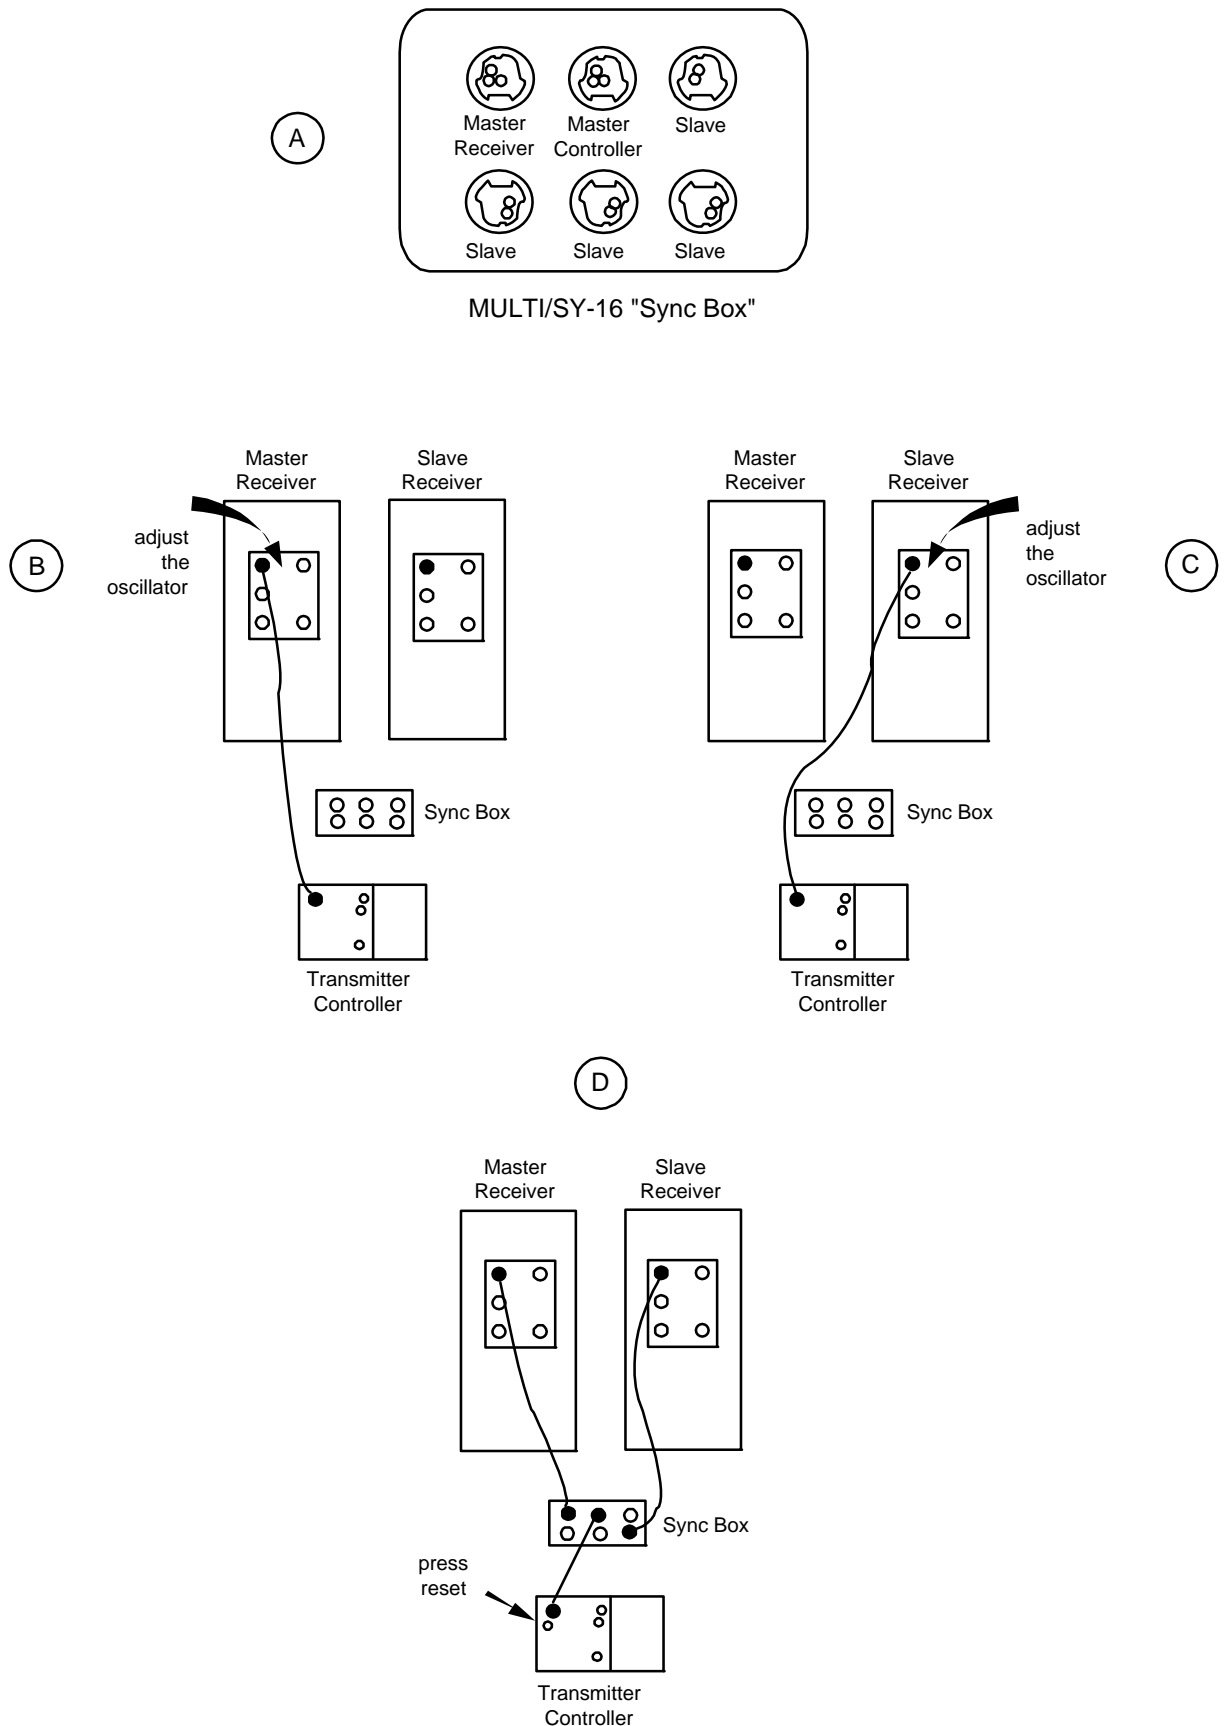

图 6.5 - 用老型号 MULTI/SY-16 同步盒同步多台接收机系统
1. 从 ZONGE 公司获取 MULTI/SY-16 同步盒(图 6.5(a)).和外加同步电缆(每台接收机配备一条).
2. 在主 GDP-32 的发送机输入/输出端口和发送机控制器输入/输出端口之间连接同步.电缆,如图 6.5(b)所示.
4. 从主接收机上移开同步电缆,连接到从属接收机,参阅图 6.5.
4. 在从属控制器输入/输出端口和同步盒上任何从属端口之间用附加电缆,作如图 6.5(d)所示的配置.
2. 将一台控制器的校准输出连接到通道 2,而将另一控制器连接到通道 3,用通道 1 连接 GDP 校准输出,如图 6.5(d)所示: